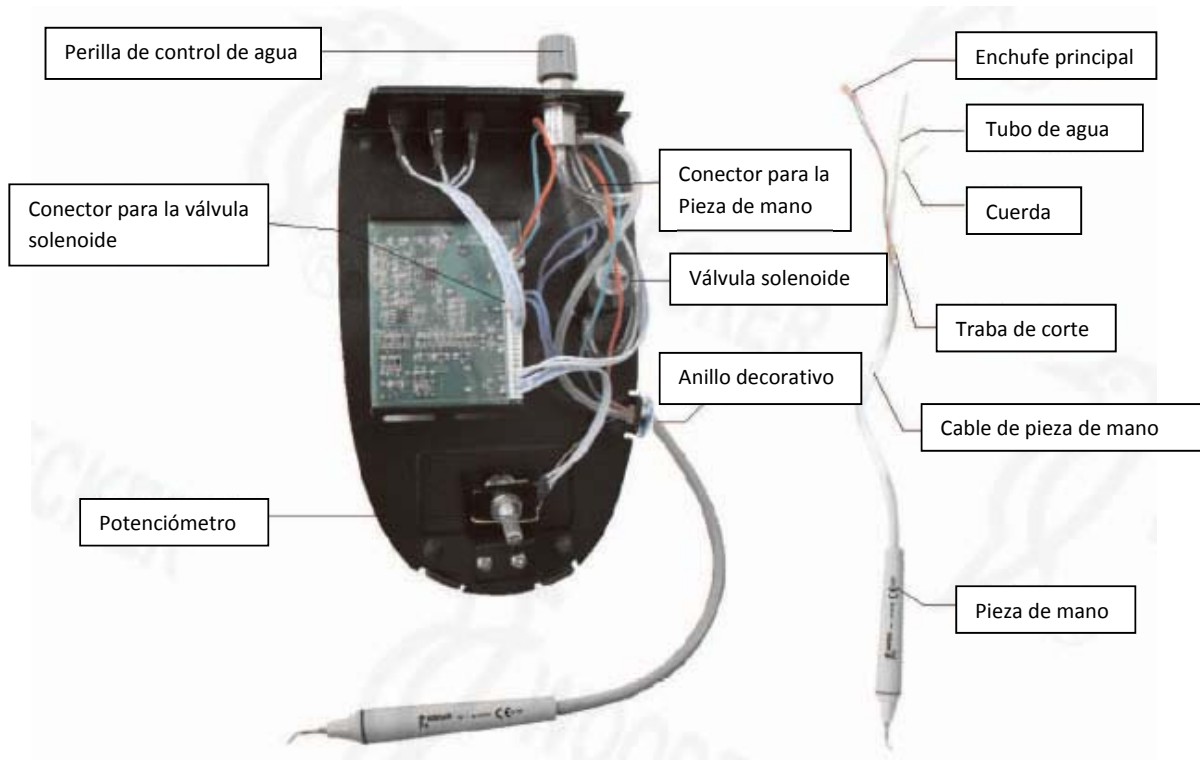

Figura 3. El desensamblaje de la pieza de mano
[Nota 1] El desamblaje de la pieza de mano (como se muestra en la figura 3):
a) Remover el tornillo de la tapa, jalar verticalmente la perilla de control de intensidad de vibración, entonces retire la tapa del extremo de la máquina ligeramente (hay una linea conectando la tapa y la máquina, no use mucha fuerza). El interior de la máquina es como se muestra en la figura 3.